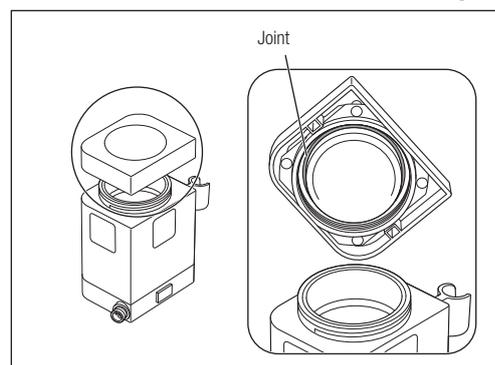

Fig. 49
- 2) Retirez le joint de l'intérieur du capuchon de la chambre à l'aide d'une aiguille, etc. (Fig. 49).